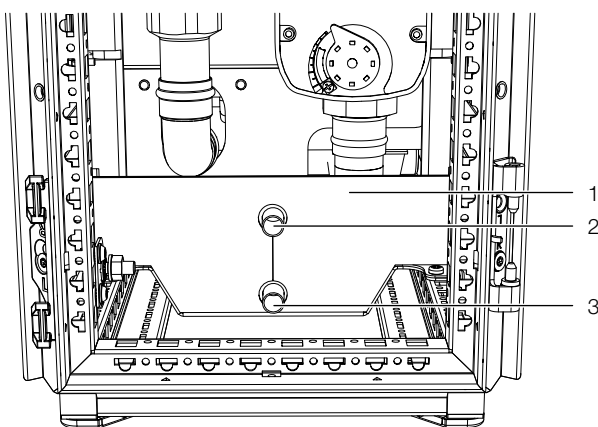

Imagen 94: Evacuación del agua de condensación
La condensación que pueda generarse se recoge en la bandeja de recogida del agua de condensación (imagen 94, pos. 1) en el módulo de agua del Liquid Cooling Package.
El Liquid Cooling Package dispone adicionalmente de una salida de condensación (imagen 94, pos. 2 o 3), a través de la cual se evacua sin presión del Liquid Cooling Package la condensación generada.